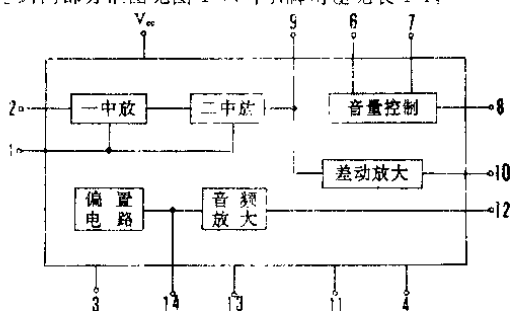

图 1-1
1. AN241P 集成块在电视机伴音电路中,用作伴音中放、鉴频、音频前置放大。其外形为塑封双列直插 11 脚。该集成电路内部方框图见图 1-1,各引脚用途见表 1-1。